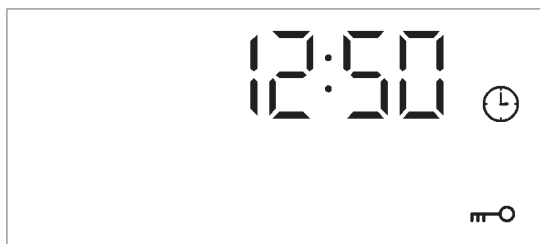
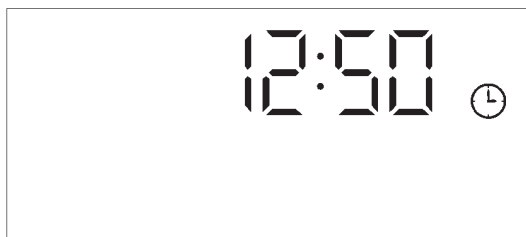

Imagen 8: Efecto de visualización del bloqueo de puerta activado en modo de espera
Imagen 9: Efecto de visualización mitigado del bloqueo de puerta en modo de espera
Pantalla de bloqueo de la puerta: Cuando finaliza el proceso de autolimpieza, el horno pasa al modo de espera. Cuando la temperatura de la cavidad del horno supere los 300°C, la pantalla mostrará el icono de bloqueo de la puerta «» (el efecto de la pantalla se refiere a la imagen 8) El bloqueo de la puerta se eliminará automáticamente cuando la temperatura de la cavidad descienda por debajo de 280°C, momento en el que el icono de bloqueo de la puerta «» de la pantalla se apagará. (Ver imagen 9 para el efecto de visualización)
- Cuando el horno está en modo de espera y el sensor de temperatura está abierto o en cortocircuito, el bloqueo de la puerta se activa y el ventilador de refrigeración sigue funcionando, el efecto de la pantalla es el que se muestra en la imagen 8.